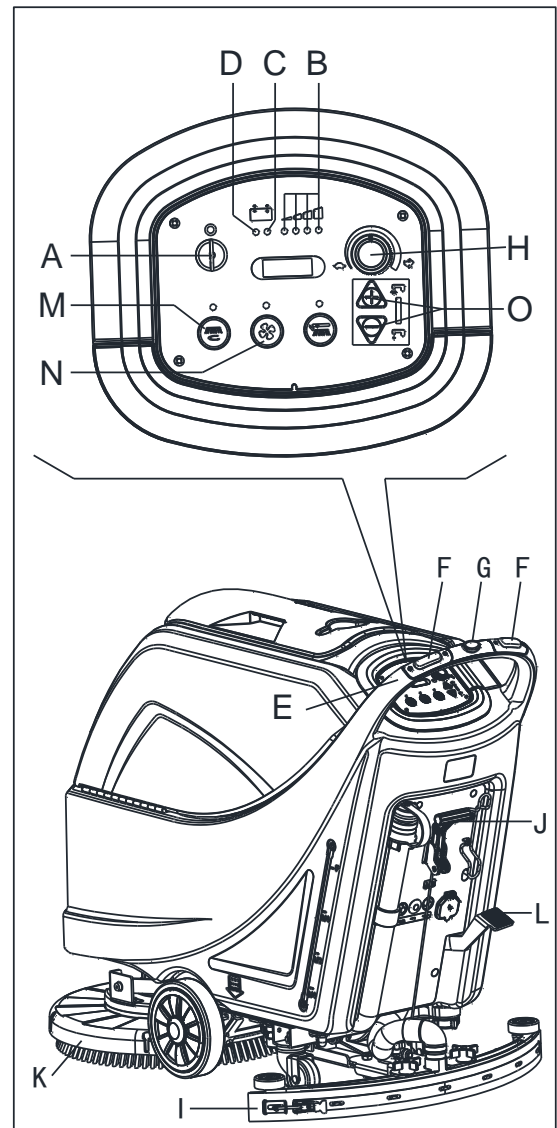

Figura 8
2. Introduzca la llave de ignición (A, Figura 8), girándolo a la posición «I». Compruebe si la luz de aviso verde (B) se ilumina (batería cargada). Si se ilumina la luz de aviso amarilla (C) o la roja (D), gire la llave de ignición otra vez a la posición «0» y cargue las baterías (consulte el procedimiento en el capítulo Mantenimiento).
- Empujándola con las manos en el manillar (E) (solo para máquinas sin tracción).
- Empujándola con las manos en el manillar (E) y pulsando el interruptor (F) para moverla hacia delante, o pulsando el interruptor (F) junto con el (G) para moverla hacia atrás (solo para máquinas con tracción). La velocidad de avance se puede ajustar mediante el regulador (H).
4. Baje la escobilla de goma (I) usando la palanca (J).
5. Baje el grupo de cepillo portacepillos/porta-discos (K) al levantar el pedal (L). (solo para máquina de discos)
6. Presione el interruptor del portacepillos/porta-discos (M) y el interruptor del sistema de aspiración (N).
7. Pulse los interruptores de control de flujo de agua de lavado (O), según sea necesario, dependiendo del tipo de limpieza a realizar.
- (solo para máquinas sin tracción) empujando la máquina con las manos en el manillar (E) y pulsando el interruptor (F).
- (solo para máquinas con tracción) empujando la máquina con las manos en el manillar (E) y pulsando el
1. Baje la cubierta del portaescobillas/cepillo presionando el interruptor de Cepillo/portaescobillas (M Figura 8).
2. Mientras mantiene ambas manos en el manillar pulse el interruptor de seguridad (F, Figura 8), a continuación, desplace la máquina para empezar a fregar/secar el suelo.